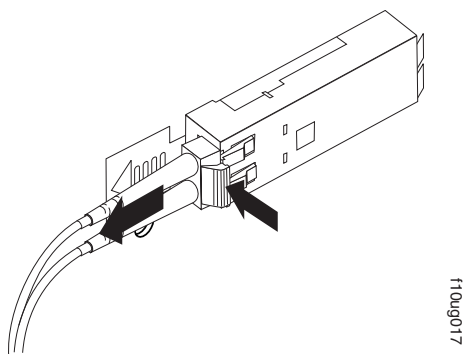

图 30. 卸下 LC-LC 光纤通道电缆
2. 如第 56 页的图 30 中所示，小心地通过接口向外拉，以从 SFP 或 SFP+ 模块拔下电缆。